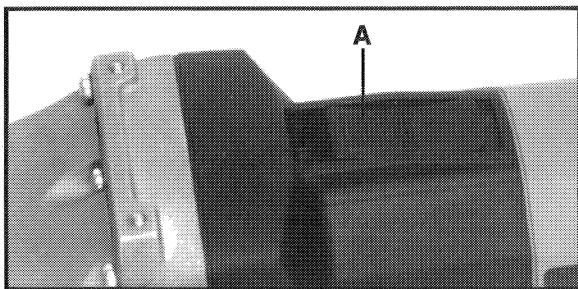

Fig. 1
3. Faites glisser le bouton de l'interrupteur (A) Fig. 1, vers l'avant pour mettre l'outil en MARCHE (On). Une fois relâché, le bouton de l'interrupteur reviendra à la position d'ARRET (OFF).
4. Pour bloquer l'interrupteur à la position ON : l'interrupteur étant sur ON, appuyez sur l'extrémité avant du bouton de l'interrupteur (A) Fig. 1. Pour relâcher le blocage de l'interrupteur : appuyez sur l'extrémité arrière du bouton de l'interrupteur, en laissant l'interrupteur glisser à la position OFF.